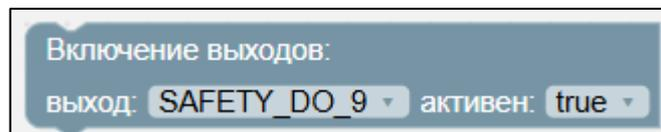

Рисунок II-30 – Блок «Включение выходов»
3. Блок «Включение выходов» (см. Рисунок II-30).